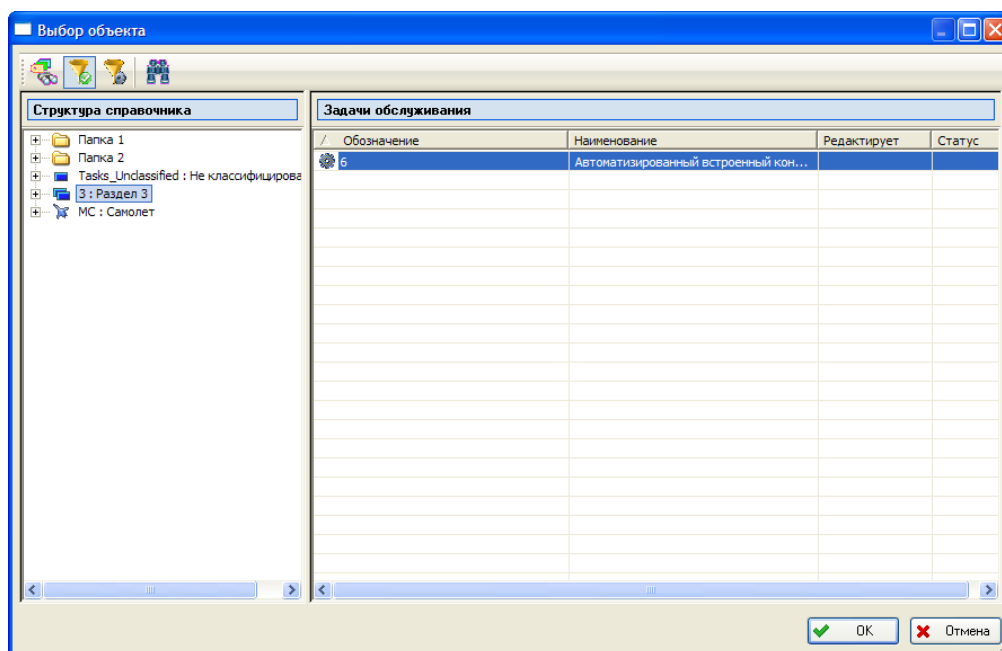

Рис. 2-59
4. В результате откроется окно **Выбор объекта** (рис. 2-59).